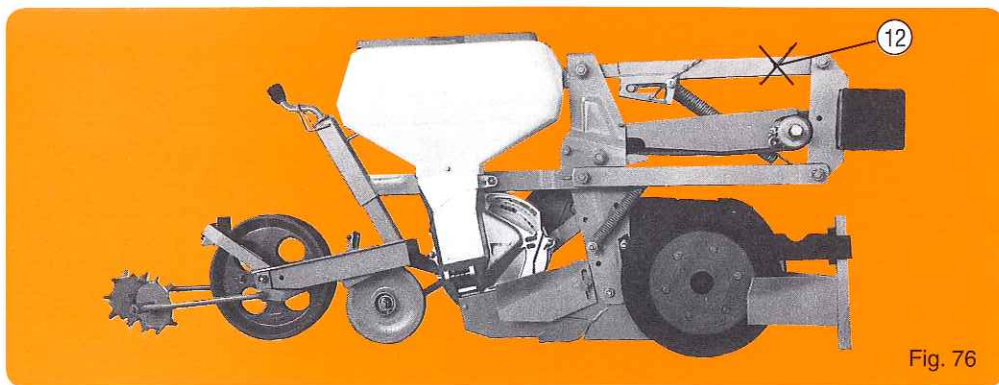

Fig. 76
- Double disque + roues accolées (fig. 76) : livré avec soc bas spécial allongé betterave.
- Double disc openers with side press wheel (fig. 76) : supplied with special long low beet shoe. To be used for planting directly in a cover crop.
- Doble disco + ruedas gemelas (fig. 76) : entregados con reja baja especial alargada para remolacha. Se ha de utilizar en siembra directa bajo cubierto.